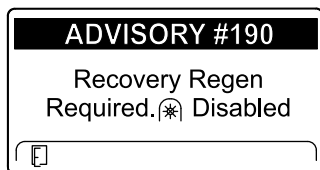

Figure 76
- ADVISORY #190 (avis n° 190), demande de régénération d'urgence – prise de force désactivée, affiché (Figure 76)